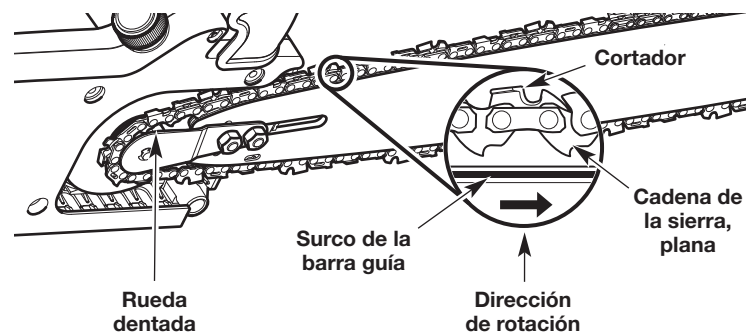

Fig. 30
6. Enganche la cadena de la sierra alrededor de la rueda dentada de impulsión (Fig. 30). Compruebe que las partes planas sobre la cadena de la sierra están en los surcos de la rueda dentada de impulsión. Compruebe que los cortadores están en la dirección correcta de rotación (Fig. 30).
7. Coloque la cadena de la sierra en el surco de la barra guía (Fig. 30).